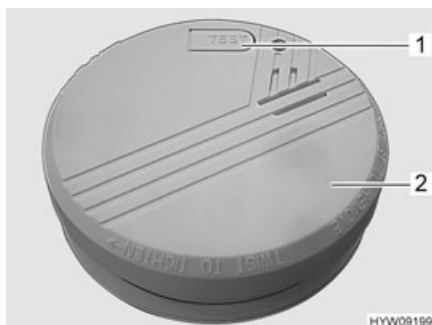

Fig. 40 Rivelatore di fumo
- Premere il tasto di controllo (Fig. 40,1) sul rivelatore di fumo (Fig. 40,2) finché non viene emesso il segnale di allarme. Il segnale di allarme si tacita rilasciando il tasto di controllo.